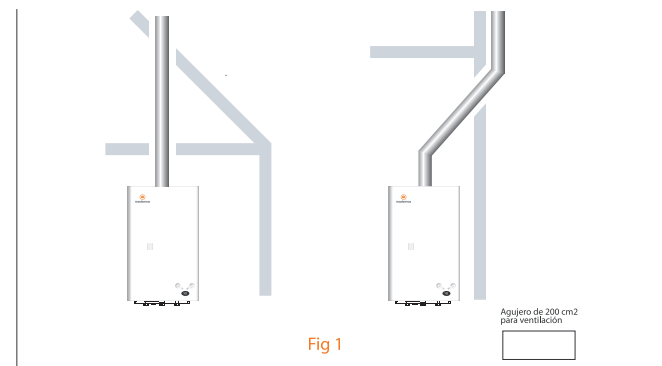

Fig 1
- No instale el calefón en dormitorios, sótanos, cuarto de baño, o habitaciones con mala ventilación. Con el fin de mantener la habitación de instalación bien ventilada, debe hacerse un orificio en zona baja de la habitación, las áreas de agujero no debe ser menos de 200 cm² (Fig. 1). Además la habitación debe tener un volumen mínimo de 7 m³.